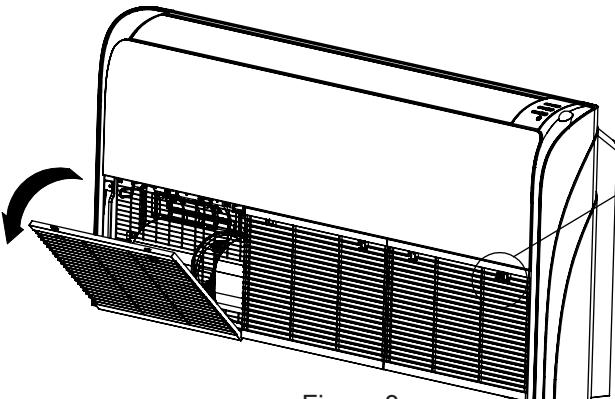

Figura 3
- (2) Premere la griglia di ingresso secondo la direzione della testa della freccia (Vedi Figura 3)